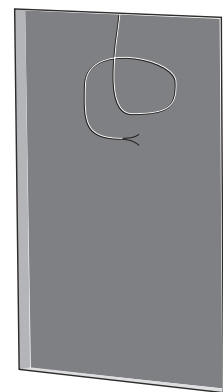

Fig. 3. Drywall Cutout with Speaker Cable
3. Leid de luidsprekerkabel naar deze locatie (Afb. 3). Laat voldoende speling over om de aansluitingen te maken als die tijd daar is. Bind de luidsprekerkabel vast om te voorkomen dat deze beweegt en ratelt tijdens het gebruik. Zorg ervoor dat de luidsprekerkabel niet in contact komt met spijkers of schroeven die de elektrische isolatie kunnen beschadigen.